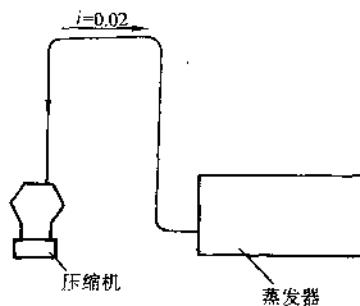

图 1 蒸发器与制冷压缩机标高相同时的管道连接示意图 (i 为坡度)
- ◆ 如蒸发器和制冷压缩机布置在同一位置，应使吸气管布置如图 1 所示，以防止停机时液体制冷剂进入制冷压缩机内。